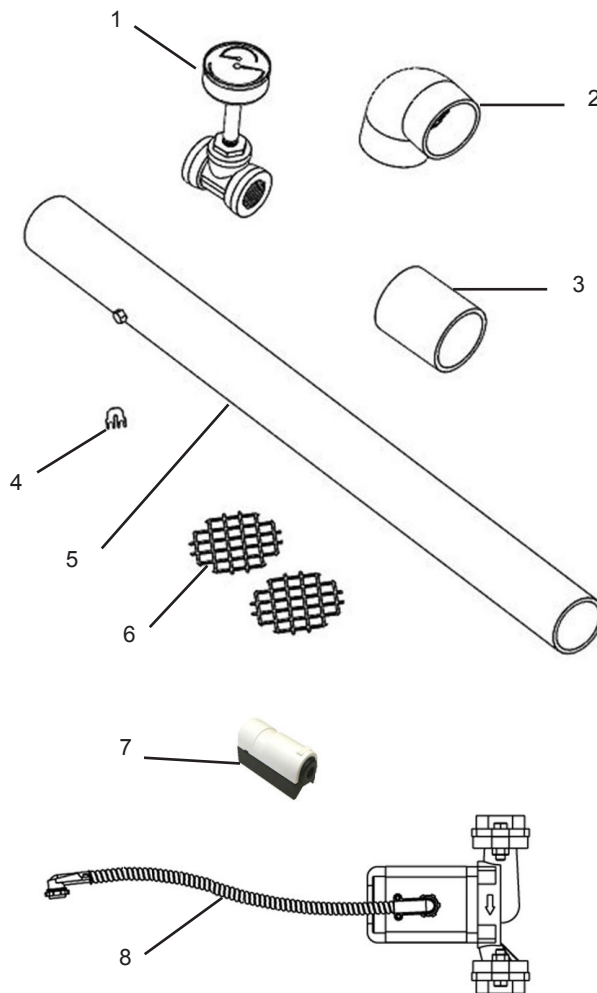

Figure 3. – Contenu du kit d'installation
Cet appareil à usage résidentiel est expédié dans une seule caisse avec un kit d'installation sous la forme d'une boîte dont le contenu est le suivant: (Voir **Figure 3**)
2. Vérifier le contenu de la boîte (kit d'installation), les pièces nécessaires sont énumérées en **Figure 3**.